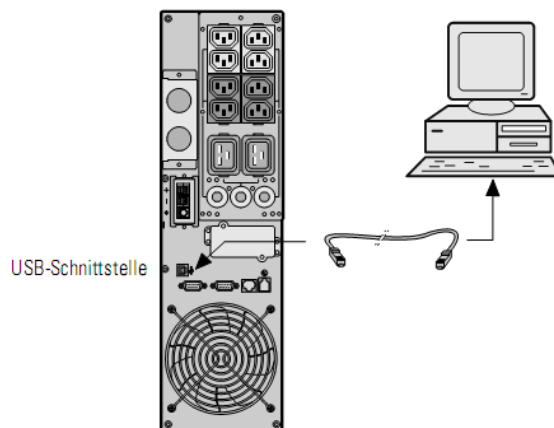

Abbildung 35. USB-Schnittstelle
1. Das Kabel zur USB-Schnittstelle kann im Betrieb an- und abgesteckt werden. Verbinden Sie das USB-Kabel auf der Rückseite der USV mit dem USB-Anschluss (siehe Abbildung 35).